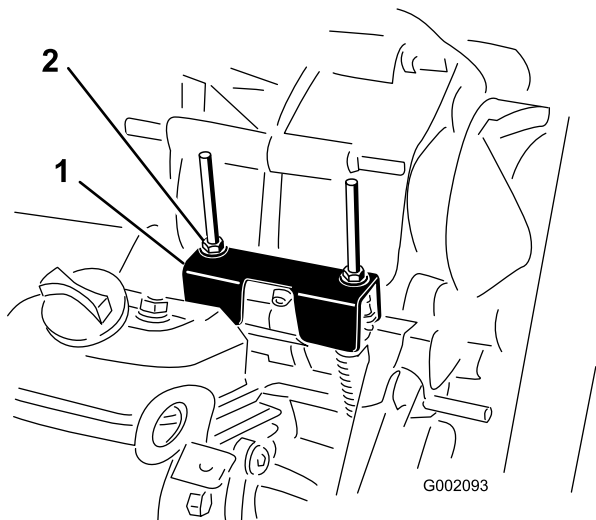

Figura 28
Durante l'esecuzione della manutenzione ordinaria e/o della diagnostica del motore, portate il transaxle in folle (Figura 28). Il veicolo è provvisto della posizione di folle sulla leva del cambio, che comanda la posizione di folle sul transaxle. Per accertarvi che la leva del cambio in folle agisca correttamente sulla posizione di folle del transaxle, osservate i punti sotto indicati.
2. Assicuratevi che la staffa di folle sia in posizione di folle (a livello della staffa di montaggio per cavo che si trova sotto la staffa del cambio) girando la frizione della trasmissione (Figura 28). Il veicolo non deve spostarsi né avanti né indietro. In caso contrario, mettete manualmente la staffa di folle in posizione di folle.
3. Serrate uno dei dadi di bloccaggio (Figura 28) per ottenere un gioco di 0,76 - 1,52 mm.